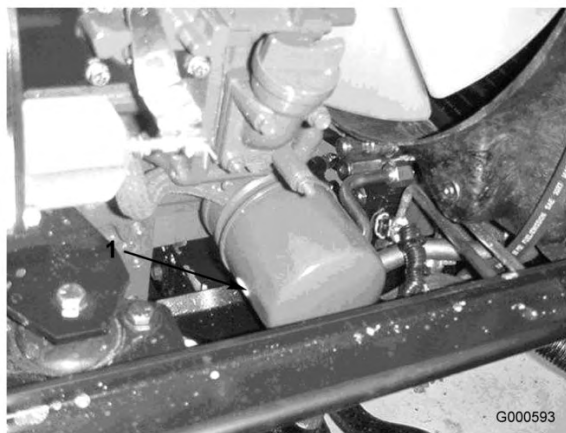

Figura 36
2. Retire el filtro de aceite (Figura 36). Aplique una capa ligera de aceite limpio al filtro nuevo antes de enroscarlo. No apriete demasiado.